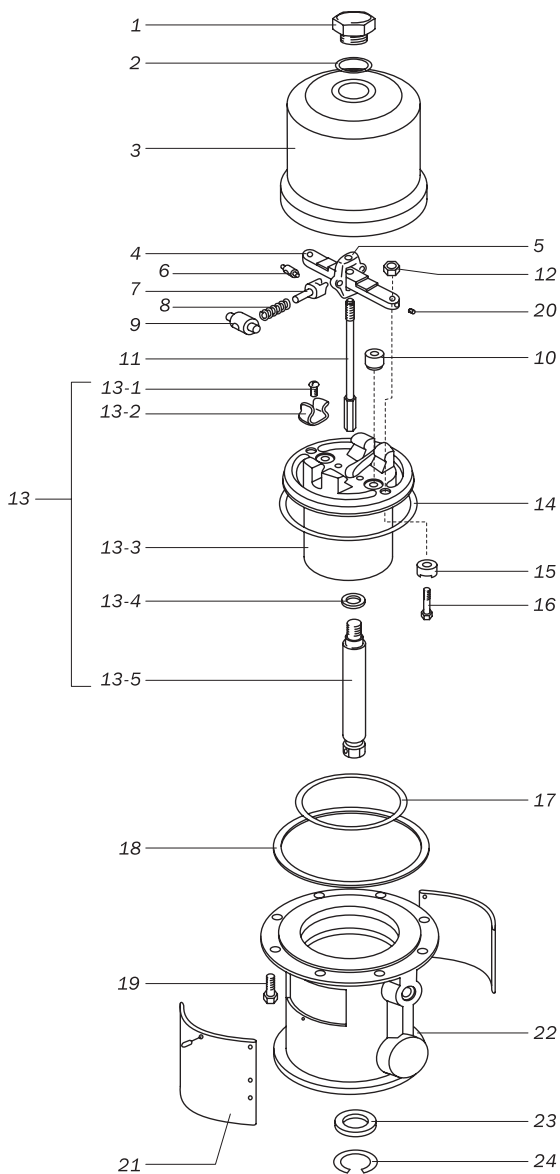

Рис. 9.1.1. Устройство мотора окрасочного аппарата.
См. рис. 9.1.1.
4. Открутите гайку клапанной тяги 1 с цилиндра 3 (рис. 9.1.1).